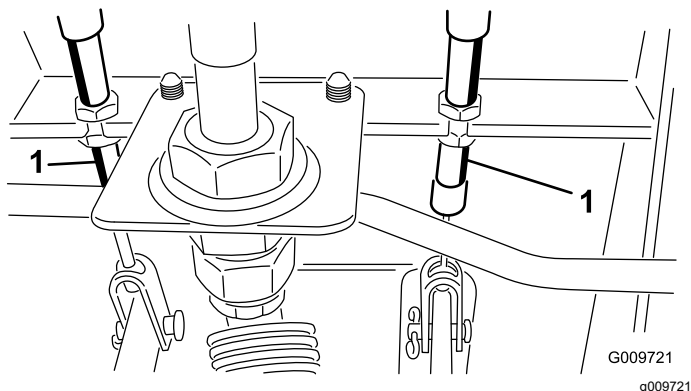

Figura 111
- A. Desaperte a porca dianteira na extremidade roscada do cabo do travão (Figura 111).